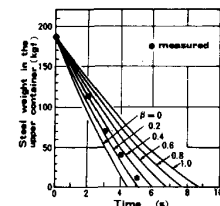

Fig. 2 Efficiency of electromagnetic brake in the experimental system (Type A).
3. 結果と考察 実験結果を Fig. 2 に示す。流路内で溶鋼が充満し、一定流速で流れていると仮定した時の流路系内のエネルギーバランスは (1) のように表わされる。